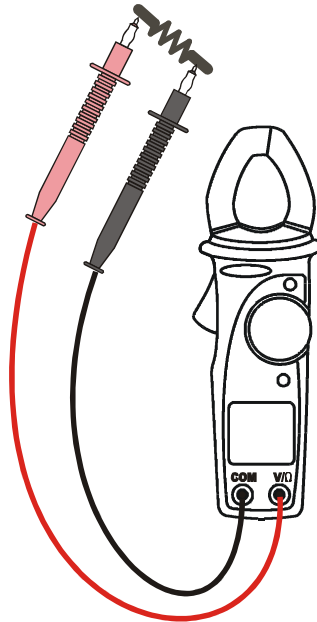

Fig. 7: Utilisation de la pince pour les mesures de résistance.
3. Connecter les deux pointes de mesure au circuit souhaité, puis la lecture s'affichera avec détection automatique de la gamme appropriée (voir Fig. 7).